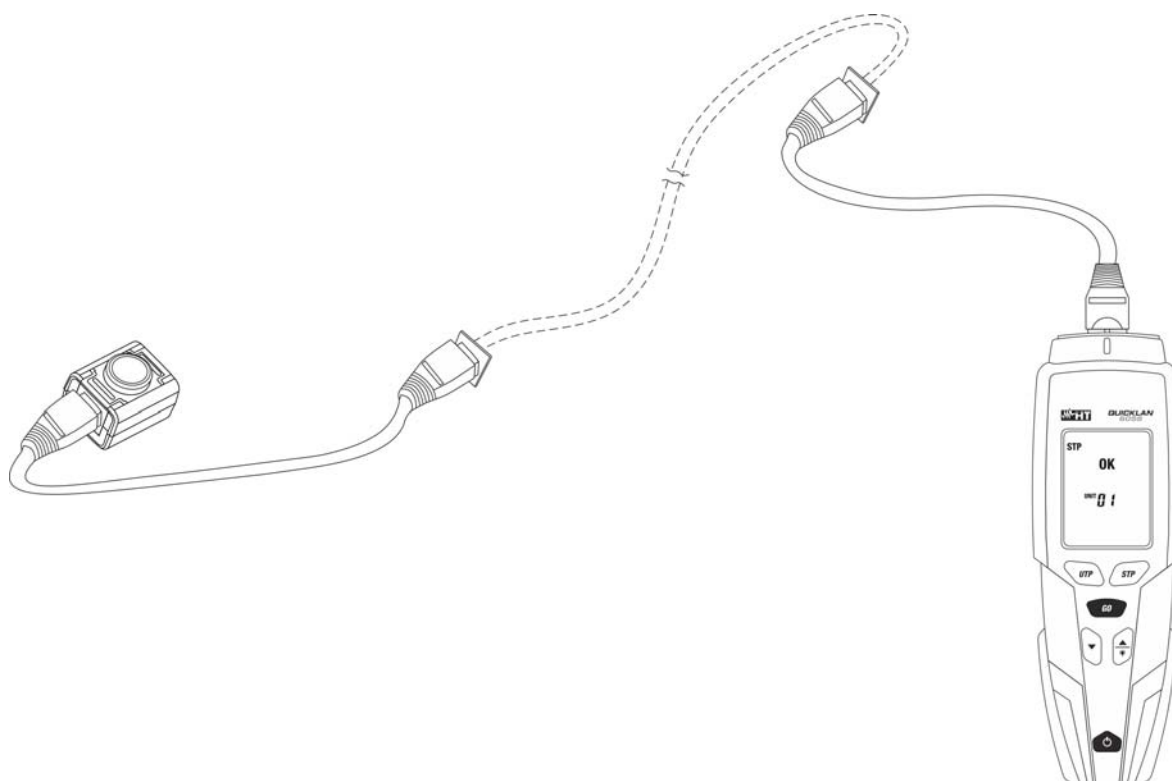

Fig. 4: Collegamento dello strumento
3. Connettere un estremo del cavo in prova allo strumento e l'altro estremo ad una delle unità remote #1 o #2 utilizzando, se necessario, i cavetti patch in dotazione (vedere Fig. 4)